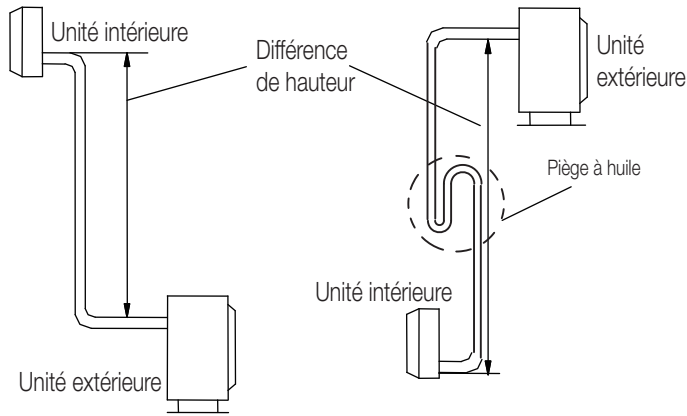

Fig. 3
- Si la position d'installation du module extérieur est plus élevée que celle du module intérieur et que la longueur de la tuyauterie dépasse 10 m, ajoutez un piège à huile tous les 8 m sur la conduite de gaz. (Fig. 3)